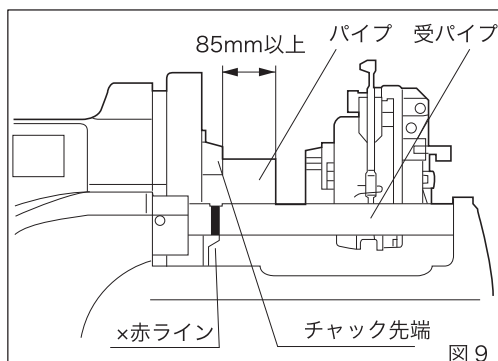

図 9
- ① 後部スクロールおよびチャックをパイプ径より大きく開き、パイプを後部スクロール側から差し込んでください。(短管の場合はチャック側から差し込みます。)
- ② 後部スクロールを締めてから、右手でパイプを支え左手で締付けホイールを回してチャックを軽く締め、パイプにチップをよくそわせてから強くパイプを締め付けます。(反動を付けて締付けホイールを回す)
- ③ パイプの取外しは、反動をつけて締付けホイールを逆方向に回せばチャックが緩みます。次にスクロールを緩めてパイプを取外してください。
- ※パイプは必ずチャック先端から85mm以上出してください。(図9)